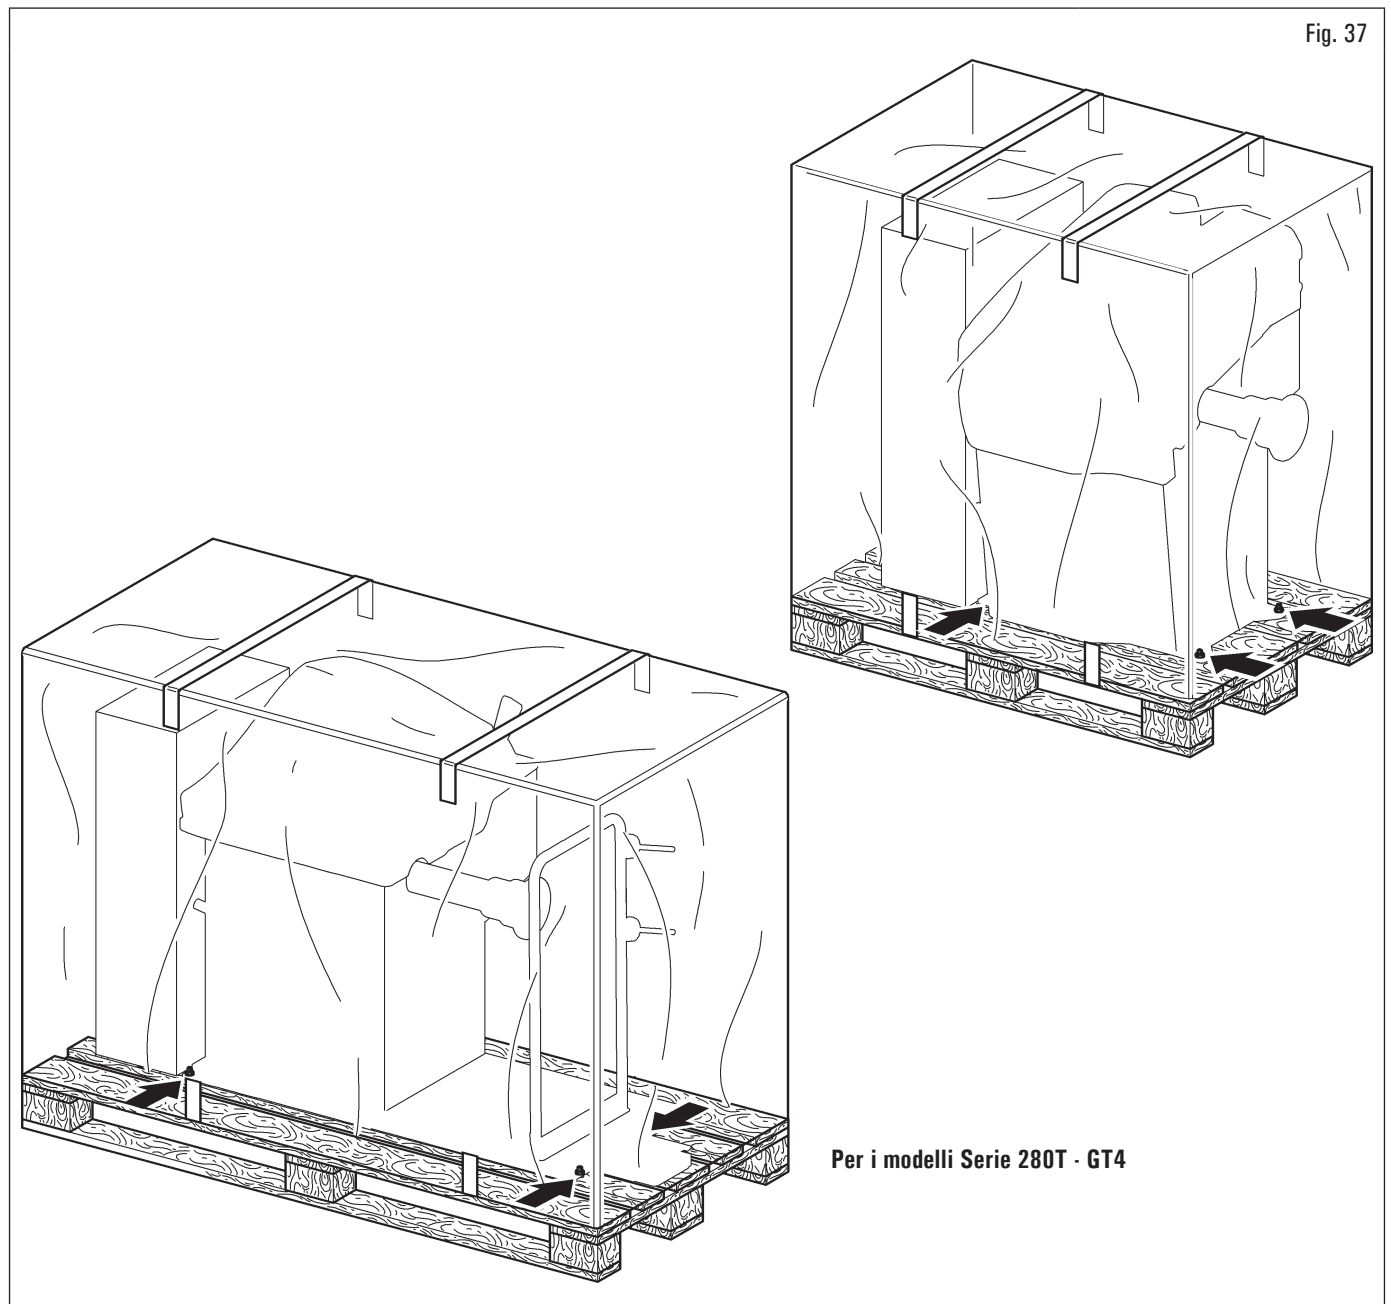

Fig. 37
- L'apparecchiatura viene spedita solitamente parzialmente montata come illustrato in Fig. 37.
- sollevare con cautela, adoperando adeguati mezzi di sostegno del carico, in perfetta efficienza, utilizzando gli appositi segnali posti sull'imballo Fig. 37.